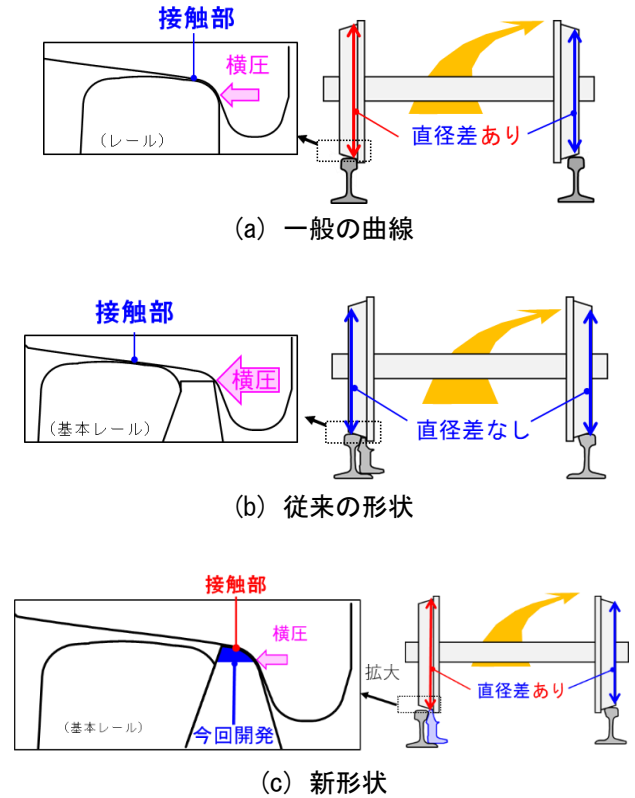

図4 左右車輪の直径差を利用した横圧低減
(1) 摩耗対策①：ポイント先端部分の頭頂面を高くする(図4)
まず、この開発で利用した、鉄道車両が曲線を曲がるしくみを紹介します。車輪を進行方向に見ると、踏面の内側の方が見かけの直径が大きくなっています。一般の曲線(図4(a))では車輪が外側に寄り、直径が大きい箇所です。すると、車輪1回転あたりで進む距離が曲線外側で増え、横圧²⁾が小さい状態で曲線をスムーズに曲ることができます。
一方、分岐器においては、従来の形状(図4(b))では基本レールと車輪の間にトングレールが存在するため、直径差が生じず、大きな横圧が発生していました。
新形状(図4(c))では、トングレールの頭頂面を高くすることでトングレールと接触させて直径差を発生させ、横圧を小さくすることで摩耗の進行を遅らせました【特許取得済み】。横圧を小さくしたことで、同時に脱線に対する安全性も向上しています。
ところで、従来の考え方では、新形状(図4(c))のようなレール幅が薄い構造では、車輪を支えるための強度が足りないとされていました。図4(c)で接触部と示した箇所には、動的な成分も含めると、車輪から垂直方向に100kN(約10トン)を超える荷重が作用する場合があります。